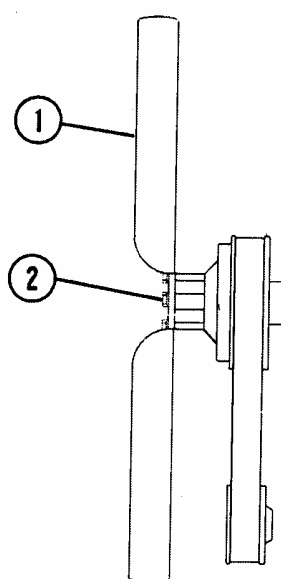

FIGURA 2-5
<p>1. MOTOR - Consulte el Manual de Operación y Mantenimiento para las especificaciones respecto del aceite lubricante del motor.</p> <p>NOTA: Si el motor está equipado con el sistema de aceite *Centinel™ y/o el sistema de filtro Eliminator™, los intervalos de cambio de aceite de motor y filtros se extienden más allá de 250 horas. Consulte el Manual de Operación y Mantenimiento de Cummins para los intervalos específicos de cambio de aceite y filtro.</p> <p>* El sistema *Centinel™ es un sistema de administración de lubricación que depende del ciclo de trabajo mediante el cual el aceite se mezcla con el combustible y se quema, y se puede producir una extensión del intervalo del cambio de aceite.</p> <p>a. Cambie el aceite del motor. Clave de Lubricación "A". b. Cambie los filtros de aceite del motor.</p> <p>NOTA: Al montar elementos de filtro giratorios, siga las instrucciones del fabricante del filtro. Las instrucciones de apriete por lo general vienen impresas en la parte externa del filtro. No utilice una llave o correas para apretar los elementos de filtro.</p> <p>c. Si el camión está equipado con un estanque de aceite de motor de reserva, cambie el filtro de aceite del estanque de reserva. d. Revise la tensión y el estado de la correa del ventilador. Consulte el Manual de Operación y Mantenimiento del motor para las instrucciones específicas de ajuste. e. Revise el torque en los pernos de montaje del ventilador de enfriado (1, Figura 2-5). Apriete ocho pernos (2) a 175 ft. lbs (237 N.m.).</p>